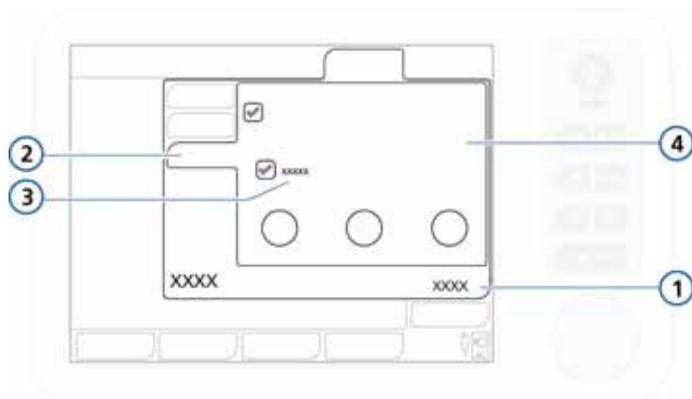

図 4-7. バックアップウィンドウ、**[自動]** ボタン
4. 該当する場合は、[換気設定] -> [バックアップ] ウィンドウを開きます (図 4-7)。**[選択/解除]** を必要に応じてオンまたはオフにしてバックアップを選択または選択解除します。
異なる換気モードを選択した後、[基本設定] ウィンドウが自動的に開き（図 4-7）、新しいモードの名前とパラメータ設定が示されます。これらの提示された設定を確認し、確定してください。確定しないと、換気モード変更は承認されません。
3. 該当する場合は、[換気設定] → [バックアップ] ウィンドウを開きます（図 4-7）。